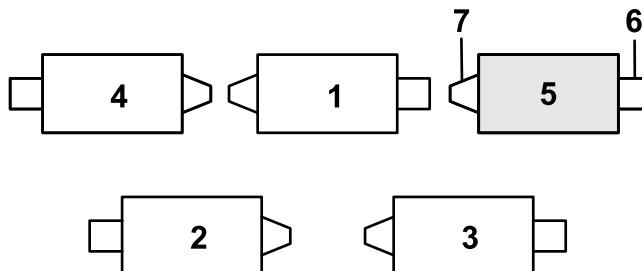

Figure 11
1. Si la goupille fendue est placée dans le trou arrière de la tige du ressort de compensation, retirez-la et insérez-la dans le trou près du support (Figure 11).